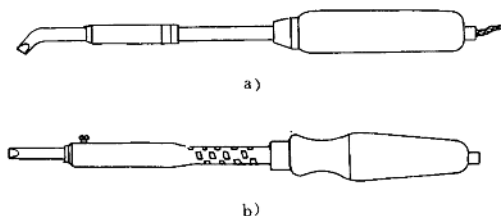

图 2-9 电热丝电烙铁
1) 电热丝电烙铁 分为内热式和外热式两种 (图 2-9)。其基本工作原理都是电流通过电热丝而加热烙铁头。内热式电烙铁的电热丝置于烙铁头内部, 热量能被烙铁头充分吸收, 效率较高; 外热式电烙铁的电热丝则包在烙铁头上。这两种烙铁的共同特点是构造简单, 价格便宜, 但烙铁头的温度不能有效控制, 只能靠调节烙铁头长度来进行微调。